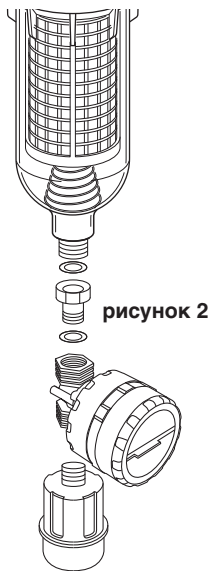

рисунок 3
c. проверьте, что сливная труба надежно прикреплена к **K-MATIC** и что жесткая вода не может вытекать из нее во время операции очистки фильтра: подсоедините матерчатый резиновый шланг к сливной воронке или патрубку шланга у основания стакана фильтра и подайте его в слив (см. рисунок 3 и 4). Место слива должно располагаться ниже сливной воронки или штуцера под шланг. Длина резинового шланга с тканевой основой не должна превышать 2 метров.
до **K-MATIC** і з нього не витікає вода під час очищення фільтра: під'єднайте тканинний гумовий шланг до зливної воронки або насадки шлангу в основі чаші фільтра, належним чином закріплений хомутом, і підведіть його до сливу (див. рис. 3 і 4). Точка сливу повинна знаходитися на меншій висоті, ніж зливна воронка або наконечник шлангу. Довжина брезентового гумового рукава не повинна перевищувати 2 метри.